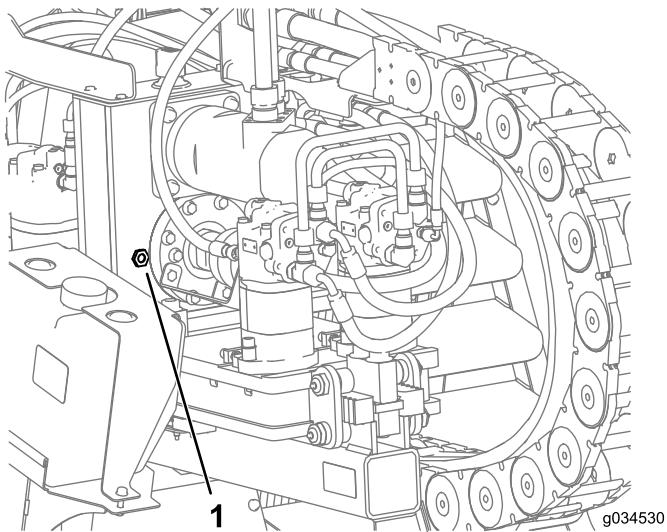

Figura 96
2. Compruebe el nivel de aceite de la mirilla de la transmisión de la caja de engranajes (Figura 96).
3. Retire el tapón del respiradero y coloque aceite en la transmisión de la caja de engranajes hasta que el nivel de aceite en la mirilla esté al menos lleno hasta la mitad (Figura 96).
6. Coloque aceite en la caja de engranajes hasta que el nivel de aceite en la mirilla esté a más de la mitad (Figura 96).